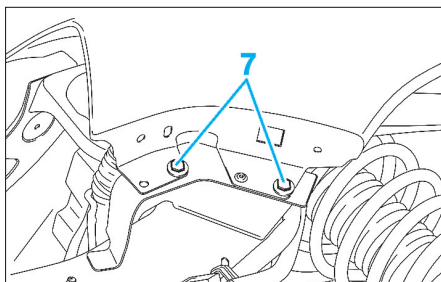

FIG. 15
- Déposer les 2 vis (7) situées derrière le support (5) (Fig.15).